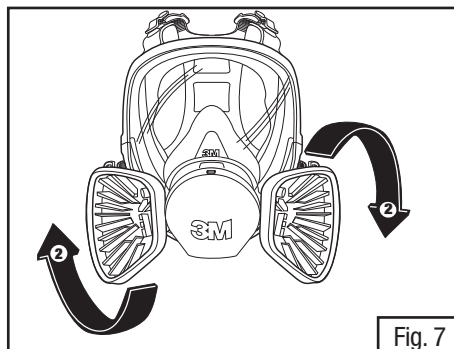

Fig. 7
2. Tourner l'adaptateur de 1/4 de tour dans le sens des aiguilles d'une montre. Pour retirer l'adaptateur, tourner de 1/4 de tour dans le sens contraire des aiguilles d'une montre (Fig. 7).